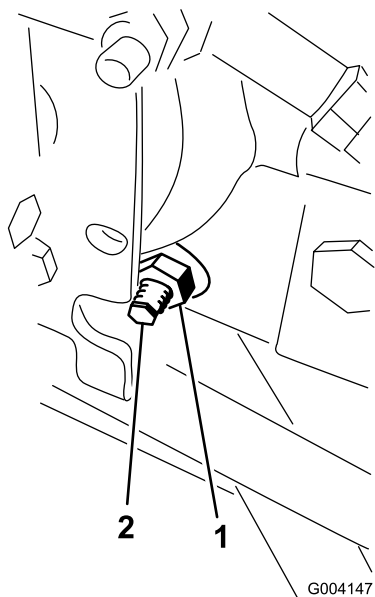

Figura 63
3. Dal lato destro dell'idrostat, allentate il dado di bloccaggio sulla camma di regolazione della trazione (Figura 63).